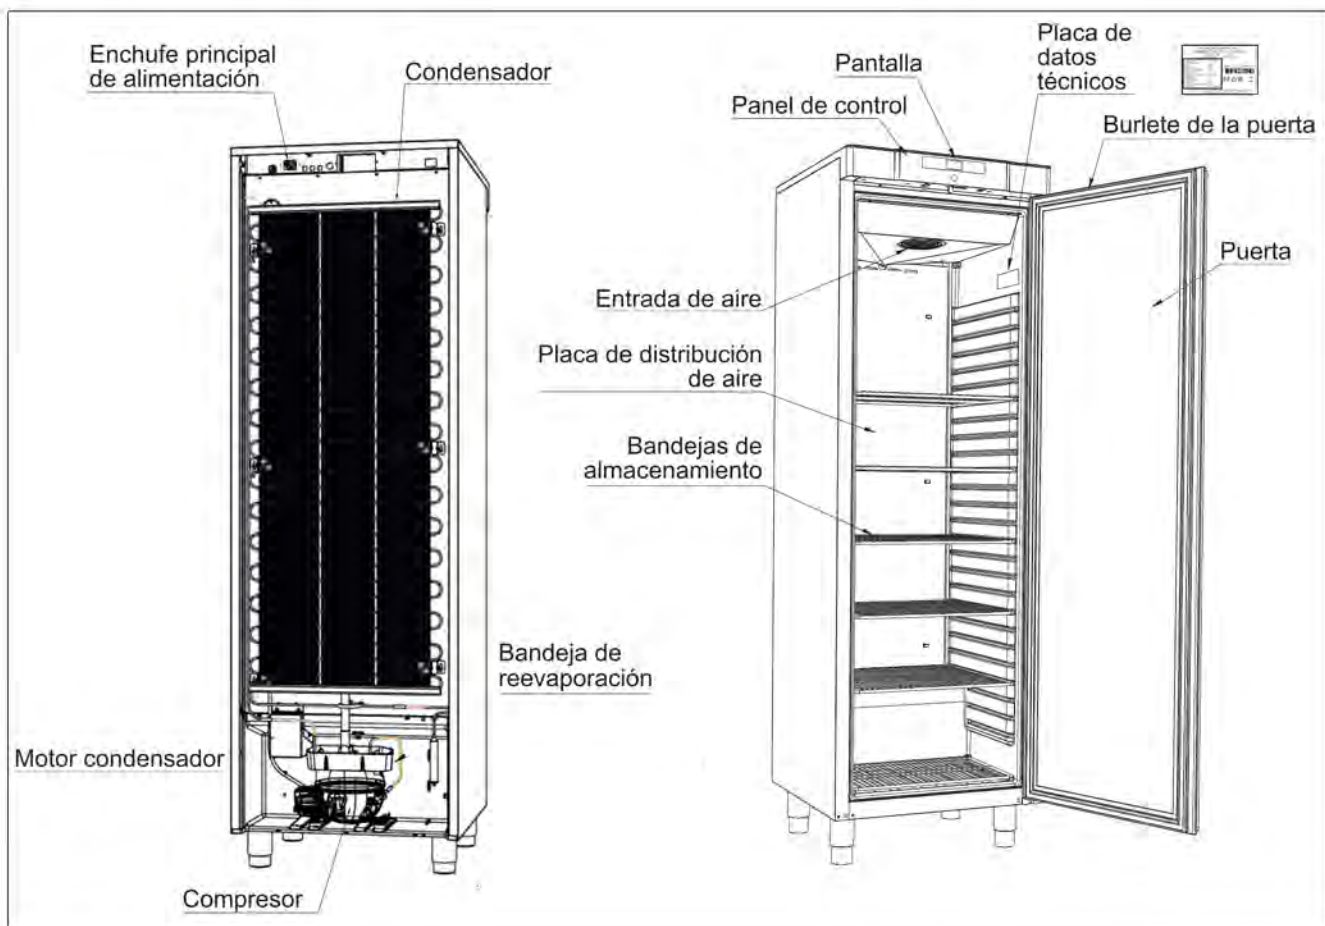

Figura 6
Los productos se prueban de acuerdo con las siguientes clases climáticas y de temperatura. La información sobre las clases climáticas y de temperatura del producto pueden encontrarse en la placa de datos técnicos (véase la Figura 6)
Lea el texto siguiente con atención antes de realizar la conexión eléctrica. Conecte el cable de alimentación en la parte trasera del aparato al enchufe de alimentación (véase la Figura 6).
El producto está destinado para su conexión con corriente alterna. El voltaje (V) y la frecuencia (Hz) de conexión se muestran en la placa de datos técnicos del aparato (véase la Figura 6). Solo debe utilizarse el cable suministrado.